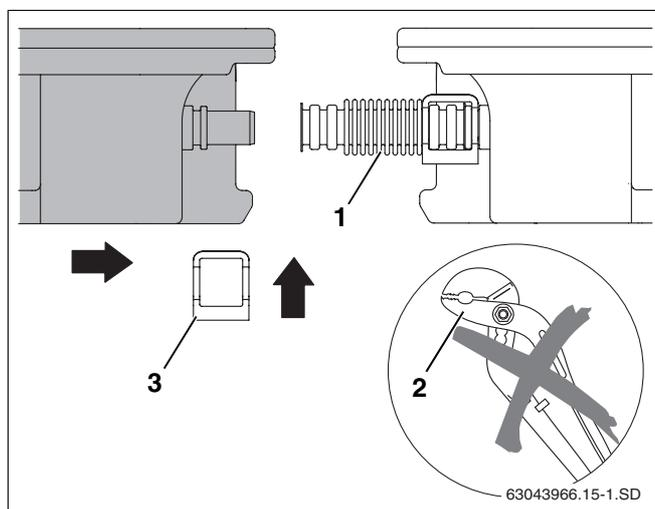

Рис. 46 Придвинуть второй коллектор к первому
- Не применяйте никаких инструментов, такие как плоскогубцы и др. (рис. 46, поз. 2). Они могут повредить гофрированную трубу.
- Второй коллектор придвинуть к первому так, чтобы его штуцеры попали в уже установленные гофрированные трубы (рис. 46, поз. 1) первого коллектора.
- Установить зажимы (рис. 46, поз. 3) на гофрированные трубы на штуцерах второго коллектора.